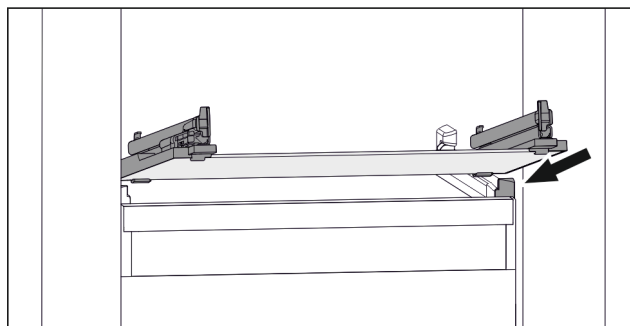

Fig. 88 Príklad zobrazenia sklenenej dosky
- Nasadte sklenenú dosku šikmo za zádržkami. (pozri Fig. 88)